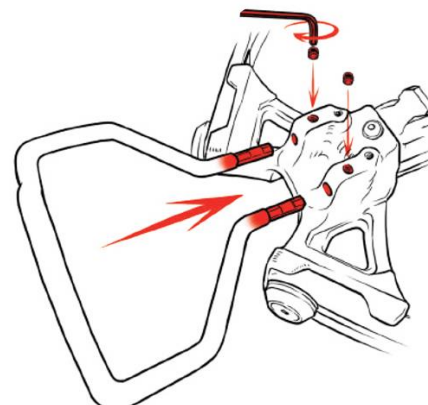

Рис.4
5. Установите стремя в колодку. В колодках снизу колодки располагаются винты – затяните их максимально крепко (Рис.4).